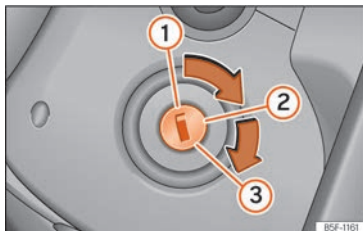

Abb. 230 Positionen des Zündschlüssels
Positionen des Schlüssels »» Abb. 230
- Drehen Sie den Zündschlüssel in Stellung »» **Abb. 230** .
- Drehen Sie den Zündschlüssel weiter in die Stellung »» **Abb. 230**  ohne Gas zu geben.
- *Fahrzeuge mit Zündschloss*: Drehen Sie den Zündschlüssel in Stellung »» **Abb. 230** **Ⓛ**.